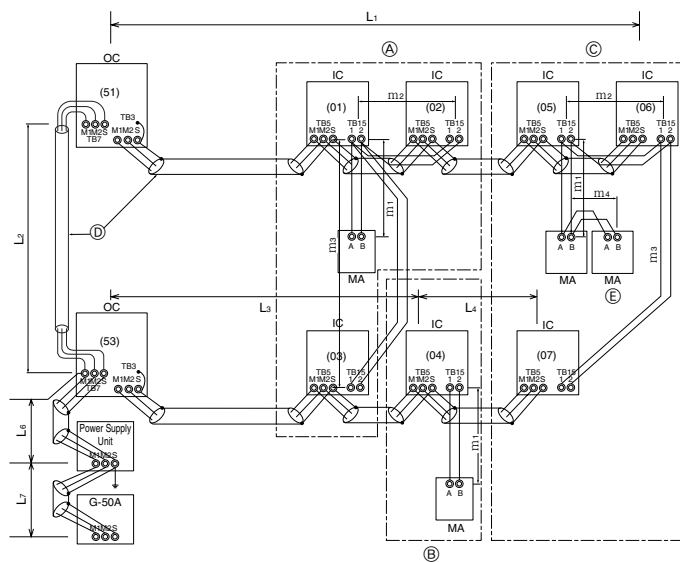

Fig. 6-3
- Τηλεχειριστήριο MA (Fig. 6-3)